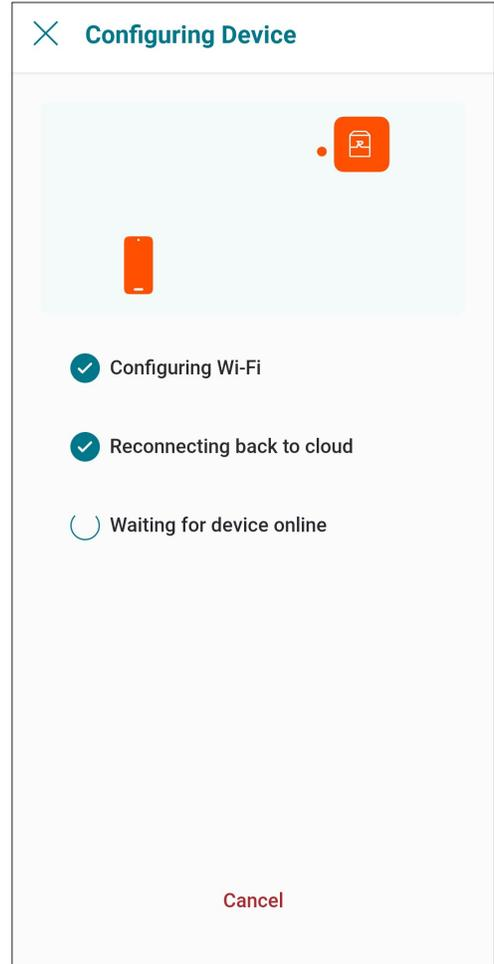

Figure 78. Configuration de l'appareil
- 7. L'application Raymote fournira les identifiants Wi-Fi à votre appareil. Cette opération peut prendre quelques secondes. Voir Figure 78.